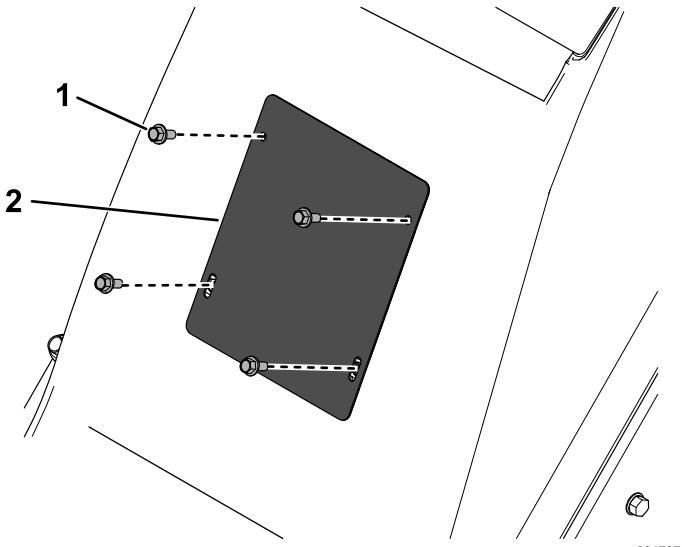

Figura 28
3. Rimuovete i 4 bulloni che fissano la copertura anteriore e rimuovetela (Figura 28).